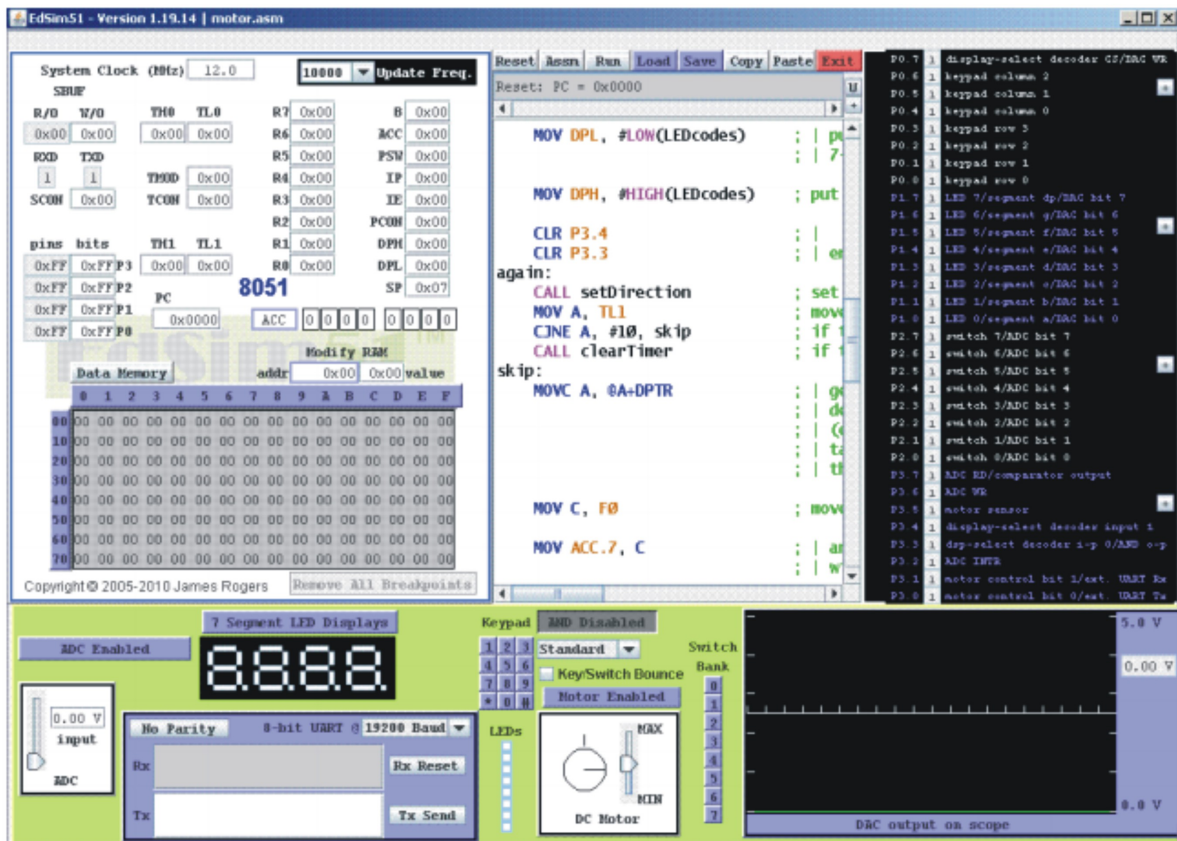

Рис. 2 Інтерфейс програмного емулятора
3.1.1. Відкрити інтерфейс емулятора, двічі клацнувши клавішею миші на архівованому файлі «EdSim51.jar». Відкриється інтерфейс програмного емулятора, зображений на рис. 2.
- **набору команд** програми з клавіатури. Для цього курсор встановлюється в верхній частині панелі і вводиться програма по одній команді в рядку (при потребі, з міткою та коментарем) (див. рис. 2);